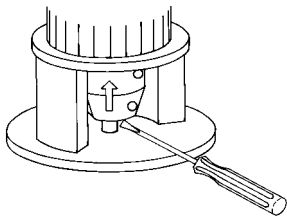

Рис. 15 Поднятие муфты и вала насоса
3. С помощью отвертки приподнимают (в направлении электродвигателя) муфту или вал насоса таким образом, чтобы произошло касание валов насоса и электродвигателя, как показано на рис. 15.